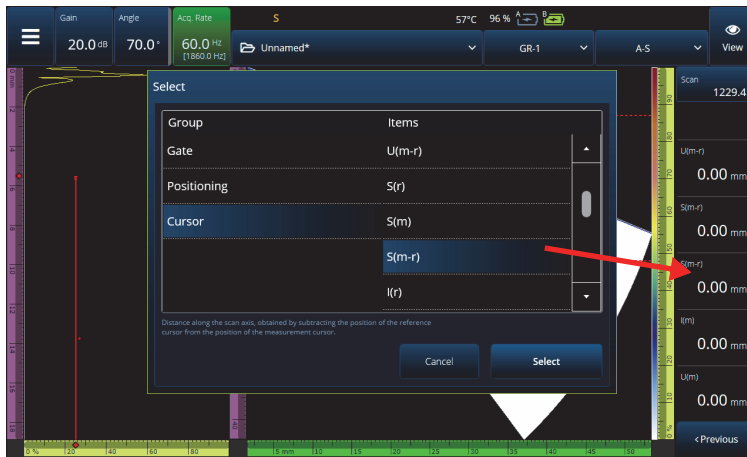

Figure 2-64 Sélection d'une lecture
- b) Le paramètre **Select Reading** (Sélect. lecture) permet de remplacer une lecture spécifique par l'une des lectures disponibles (Figure 2-64 à la page 126).